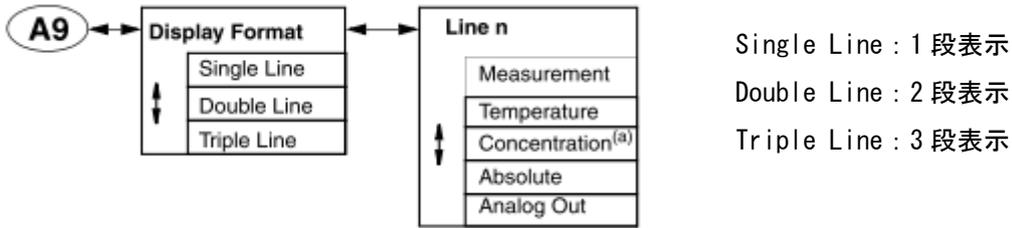

図 25
- ・「7. 設定の確認及び変更」を参照頂き、表示画面させたい内容を下記の図 25 フローを参照して設定下さい。